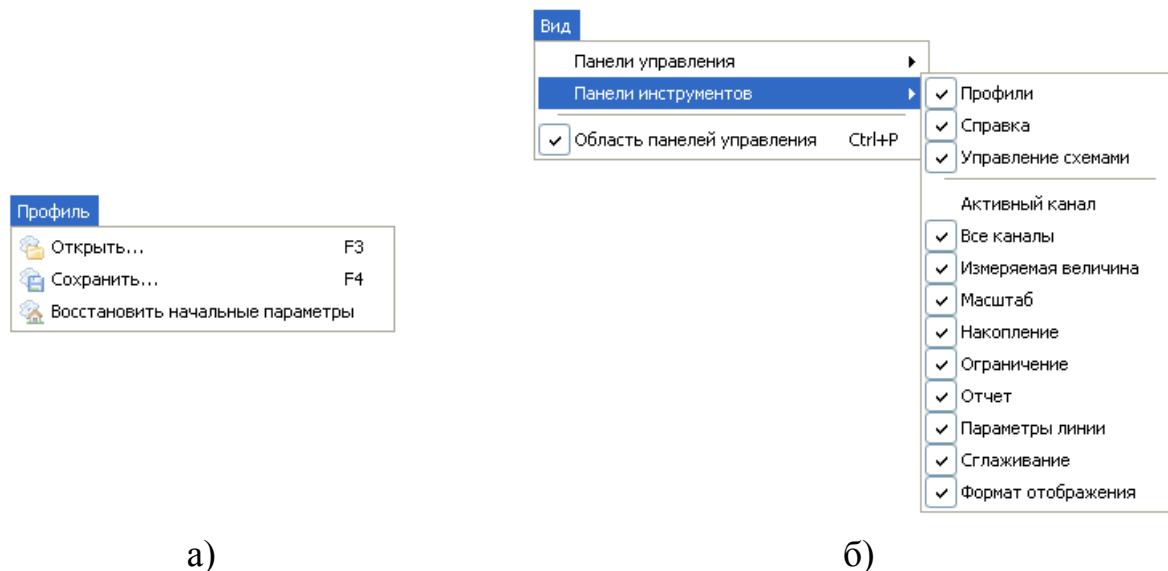

Рисунок 5.8 – Меню «Профиль» и «Вид»
5.3.7.1 Профиль – меню управления профилями (рисунок 5.8-а):
5.3.8.1 Вид – меню управления отображением панелей инструментов и управления, рисунок 5.8-б: